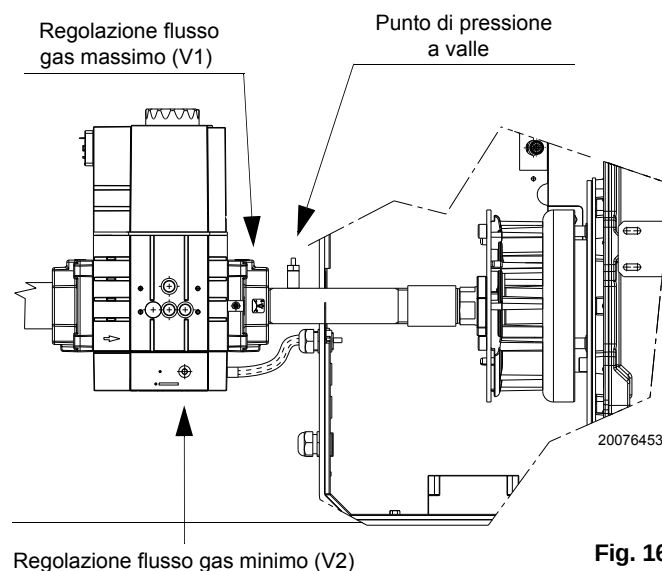

Fig. 167
Le indicazioni della sequenza delle fasi sul display continuano a lampeggiare per segnalare che si è ancora nella procedura di avviamento (funzionamento manuale). Se l'accensione continua a mancare può essere che il gas non arrivi alla testa di combustione entro il tempo di sicurezza di 3s. Ruotare leggermente verso il segno "+" la vite V1 della valvola gas (Fig. 167 a pag. 48). Se, invece, alla fine del tempo di sicurezza il bruciatore accende ma poi si spegne, il bruciatore va in blocco ed il display visualizza **Loc:7** lampeggiante (sparizione fiamma in funzionamento). Premere **"i/reset"**, il display visualizza **400:Set**. Uscire dalla modalità di funzionamento manuale premendo più volte **"ESC"** (premere contemporaneamente i tasti "+" e "-"). Il display visualizza **Loc:7** fisso. Premere **"i/reset"** per sbloccare la LME7. (Elenco codice errori Tab. P a pag. 54).
- Agire sulla vite V1 ruotandola verso il segno "+" (Fig. 167 a pag. 48).
- Verificare l'aspetto della fiamma, ove possibile, o il valore della CO e CO2 per capire se il bruciatore è sufficientemente tarato (prima taratura di massima). Eventualmente agire sulla vite V2 della valvola gas (ruotare verso segno "+" per aumentare il gas, verso il segno "-" per diminuire il gas) (Fig. 167 a pag. 48).
- Verificare l'aspetto della fiamma, ove possibile, o il valore della CO e CO2 per capire se il bruciatore è sufficientemente tarato (prima taratura di massima). Eventualmente agire sulla vite V1 della valvola gas (ruotare verso il segno "+" per aumentare il gas, verso il segno "-" per diminuire il gas) (Fig. 167 a pag. 48).
- per aumentare la portata gas e la CO2: ruotare la vite V1 verso il segno "+" (Fig. 167);
- per ridurre la portata gas e la CO2: ruotare la vite V1 verso il segno "-" (Fig. 167).